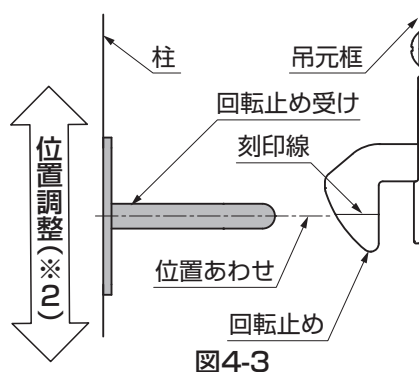

図4-3
④回転止め受けの中心を回転止めの刻印線に合わせて、ネジをしっかりと固定してください。(図4-3参照)